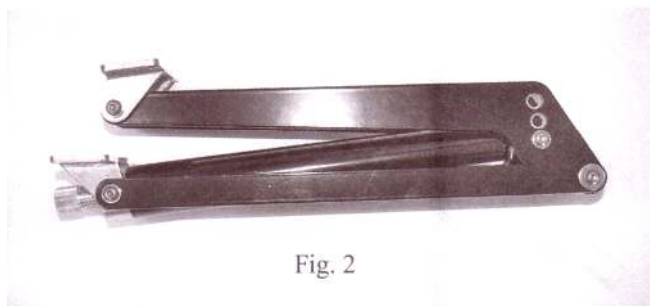

Fig. 2
- A) entlang der Glasscheibe/Dachfläche siehe Fig. 2 u. 5
1. Zuerst ist zu entscheiden, in welche Richtung der Stoßdämpfer mit Feder und somit auch der Zylinder wirken sollen (Fig. 5 u. 6). Ist er auf der falschen Seite vormontiert, kann er ausgebaut und um 180° gedreht wieder eingebaut werden (siehe Fig. 2 u. 3 u. 4).